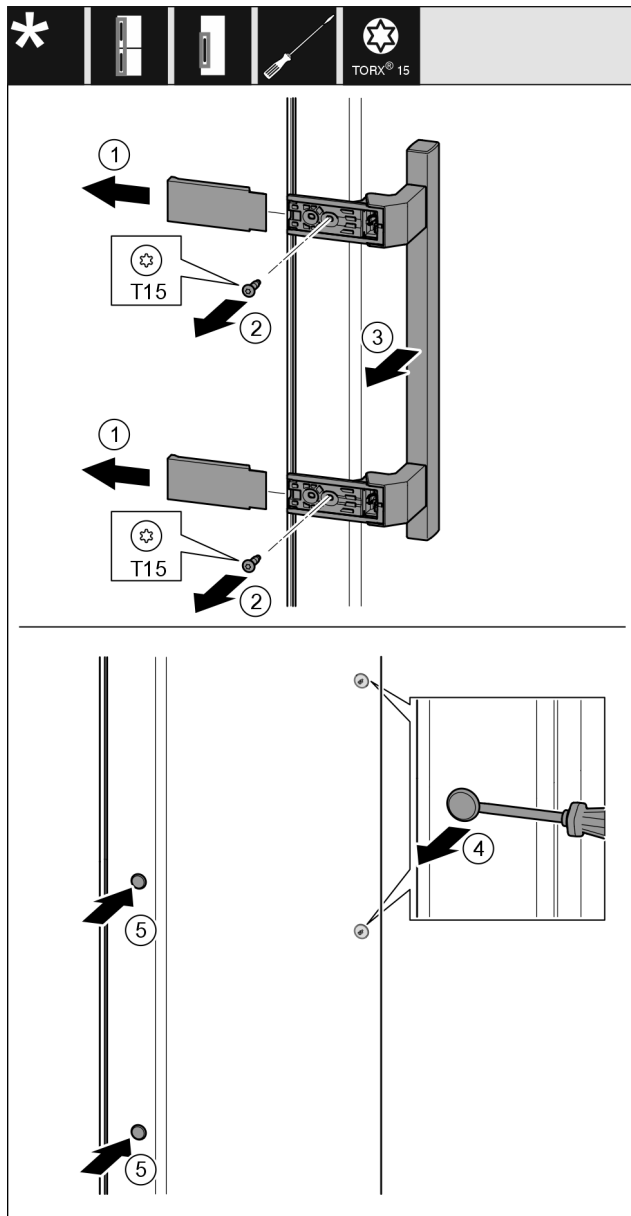

Fig. 19
- ▶ Togliere la copertura Fig. 19 (1).
- ▶ Estrarre le viti Fig. 19 (2) con un cacciavite.
- ▶ Rimuovere la maniglia Fig. 19 (3).
- ▶ Sollevare il tappo laterale Fig. 19 (4) con cautela con un cacciavite a intaglio ed estrarlo.
- ▶ Reinserire il tappo Fig. 19 (5) sull'altro lato.